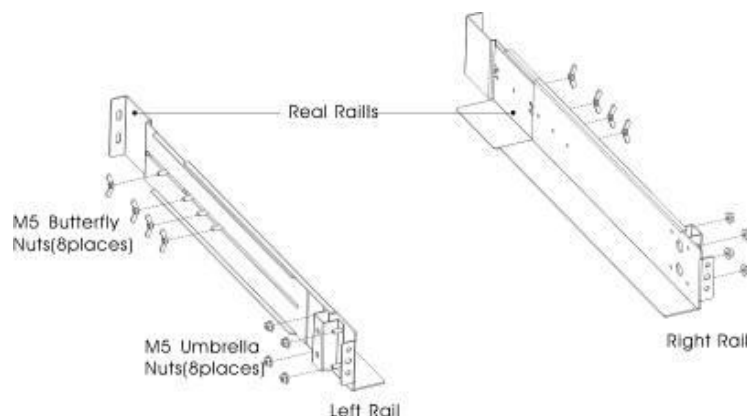

Abbildung 1
(1) So installieren Sie die Anleitungen:
- a) Montieren Sie die linke und rechte Schiene an den hinteren Schienen, wie in Abbildung 1 gezeigt. Ziehen Sie die Schrauben nicht fest. Passen Sie die Größe jeder Schiene an die Tiefe Ihres Racks an.
- c) Ziehen Sie vier M5-Muttern an der Seite der Schienenbaugruppe fest (siehe Abbildung 1).